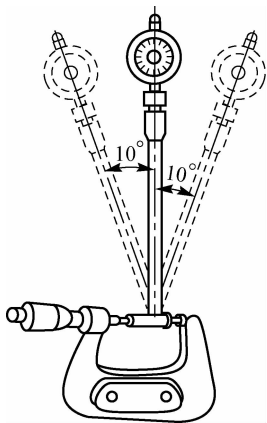
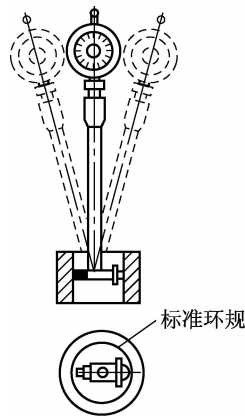

图 3-43 百分尺校准
图 3-44 标准环规校正
(1) 内径百分表校正零位。
① 百分尺校准如图 3-43 所示, 根据被测工件的孔径尺寸, 准备相应的百分尺, 将其调整到被测工件的公称尺寸并紧固。
② 根据被测工件的公称尺寸, 在内径百分表的测量杆上换上相应的可换触头, 在测量杆上端孔内插入百分表头, 使其压缩  $0.2 \sim 0.3 \text{ mm}$  并紧固。
③ 左手拿百分尺, 右手握住测量杆上的把手部分, 将可换触头放到百分尺的两侧面之间, 用食指支撑可换触头部分, 右手左右摆动 (约  $\pm 10^\circ$ ), 同时观察表针情况, 调整可换触头的距离, 使内径百分表的表针指在表盘的零位, 此时可换触头的压缩量为  $0.2 \sim 0.3 \text{ mm}$ 。
④ 紧固可换触头, 之后应再校对一下百分表的零位。可用标准环规校正零位, 如图 3-44 所示。